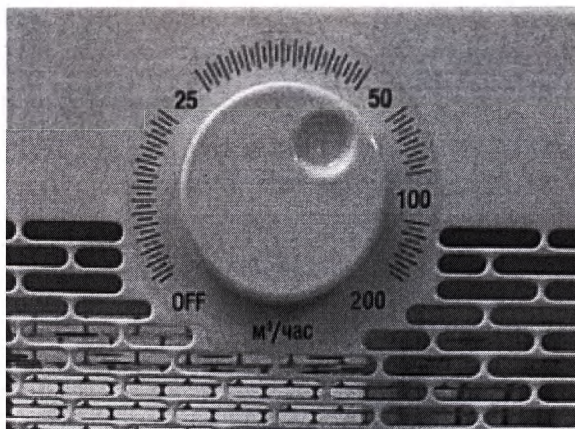

Рисунок 4 – Внешний вид и расположение регулятора очистителя
- Включите очиститель при помощи регулятора, расположенного в верхней части очистителя (рисунок 4). Переведите регулятор из положения «OFF» в положение «25», «50», «100» или «200». Цифры положения регулятора обозначают производительность вентилятора в м³/ч.